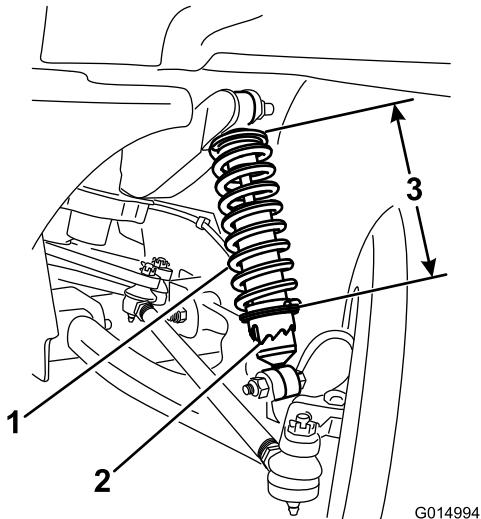

Figura 43
- Utilizzando l'attrezzo TORO6010 ruotate il collare sull'ammortizzatore per cambiare la lunghezza della molla (Figura 43).